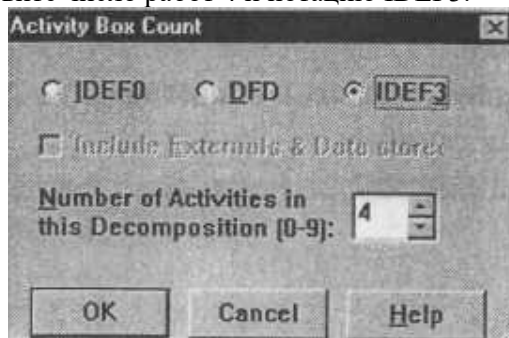

Рис. 1. Выбор нотации IDEF3 в диалоге Activity Box Count
1) Перейдите на диаграмму A2 и декомпозируйте работу «Сборка настольных компьютеров». В диалоге Activity Box Count (рис. 1) установите число работ 4 и нотацию IDEF3.